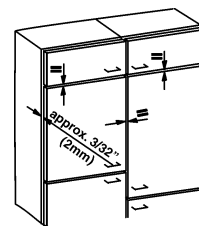

Fig. 35
- Apriete las contratuercas Fig. 35 (32) con la llave anular Fig. 35 (38), sujetando los pernos de ajuste Fig. 35 (33) con un destornillador.